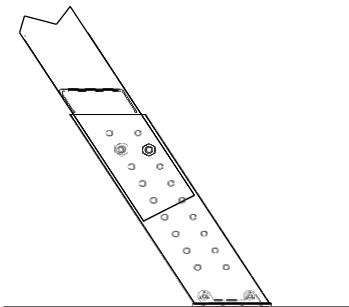

FIGURA 13
E. Deslice el tacón de aluminio sobre el riel como se muestra en la Figura 13. Posicíónelo de modo que el tacón plástico esté en contacto con el suelo. Alinee el más cercano conjunto de agujeros con los agujeros perforados en el riel. Sujételo usando (2) tornillos de  $\frac{1}{4}$ " y tuercas dentadas por cada lado (incluidas).